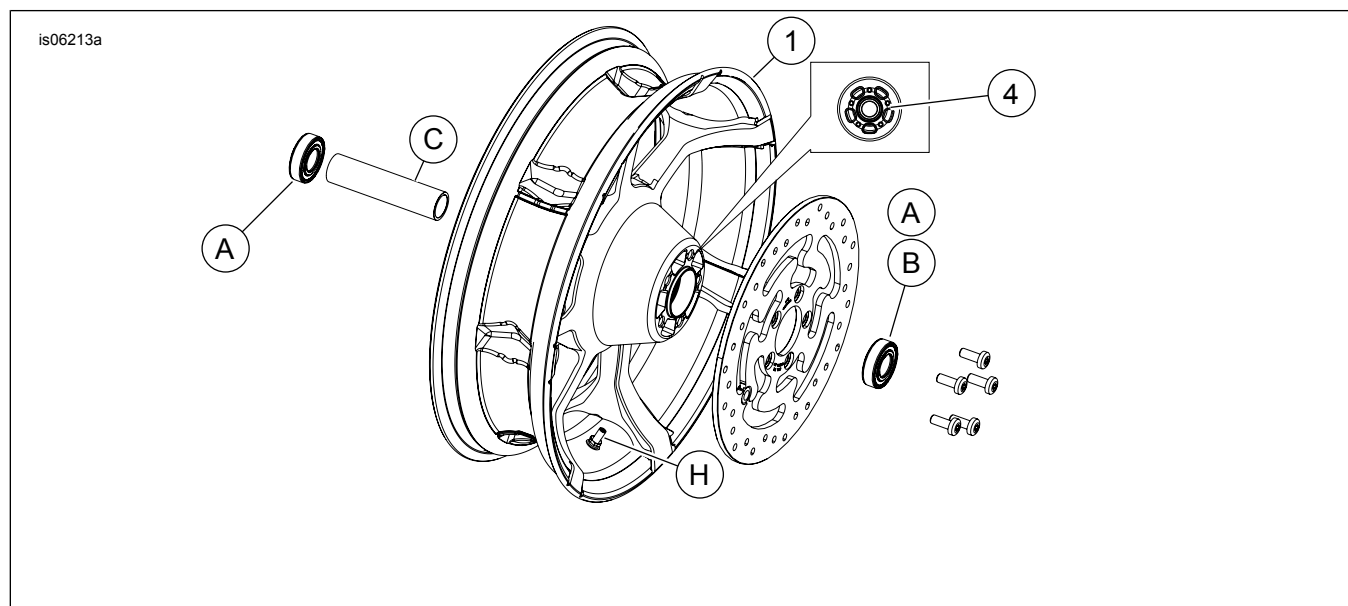

Figura 1. Peças de reposição: Roda Agitador Traseira (ilustração de uma roda de 18 polegadas)
Consulte o Figura 1 e as Tabelas de Peças de Reposição.
2. Ver Figura 1 . Instale o conjunto da haste de válvula (H) na roda. Consulte o Manual de Serviço.